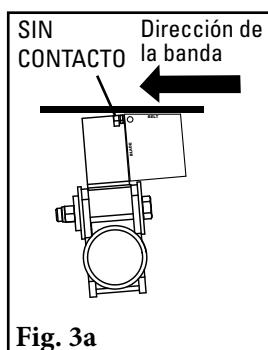
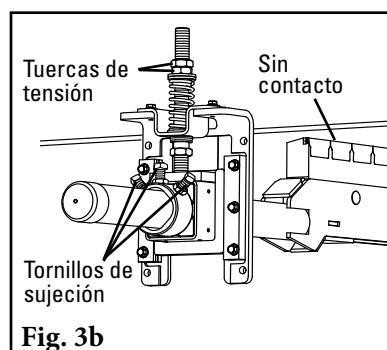

Fig. 3a
Fig. 3b
3. **Establezca el ángulo de la hoja.** Centre el eje/hojas en la banda. Gire el eje hasta que la hoja quede a 5° utilizando el calibrador de ajuste que se proporciona (Fig. 3a). Apriete los tres tornillos de sujeción en cada montaje de eje de torsión para bloquear el eje en su lugar. La mejor práctica es apretar primero el perno del medio antes de apretar los pernos externos para asegurarse de que todo esté seguro (Fig. 3b). No debe haber contacto de la hoja a la banda mientras bloquea el eje en la posición correcta. Si hay contacto, revise dos veces la medida del Paso 1.